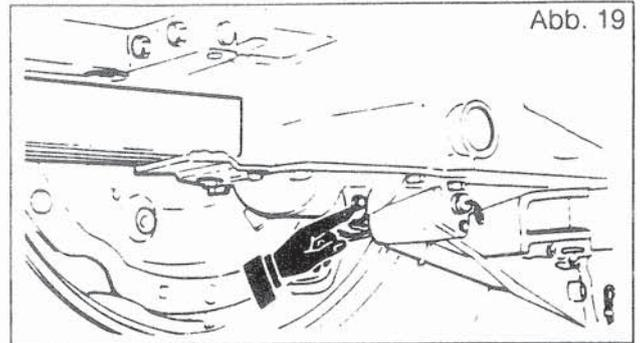
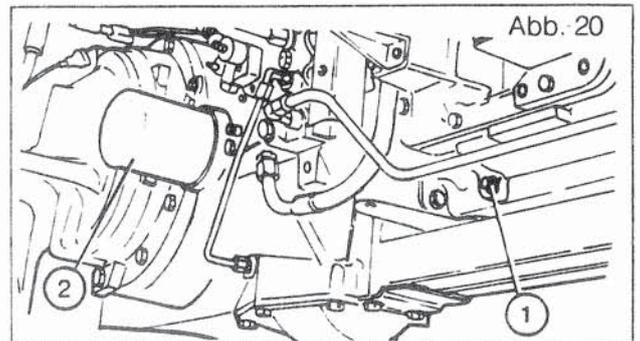

Abb. 19
Abb. 20
3. Die beiden Ablassschrauben (Abb. 19 und 1 Abb. 20) und den Einfüllverschluß (2, Abb. 18) abnehmen.
**Ersetzen des Ansaugfilters 150 Micron** (2, Abb. 20) alle 1500 Betriebsstunden bzw. wenn die Kontrollanzeige aufleuchtet.